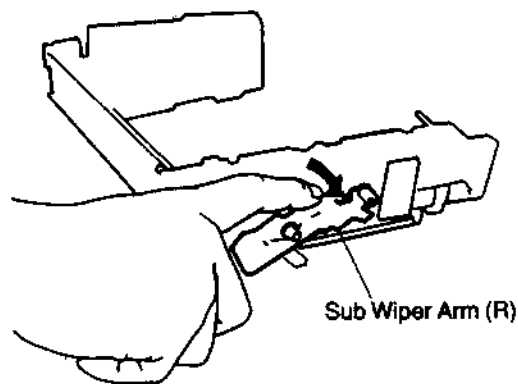

Fig. 4-20
5. Den Hebearm (R) so in Pfeilrichtung drücken, daß er vollständig in der niedrigsten Kassettenstellung steht, wie in Fig. 4-20 angegeben, und diese Stellung beibehalten.